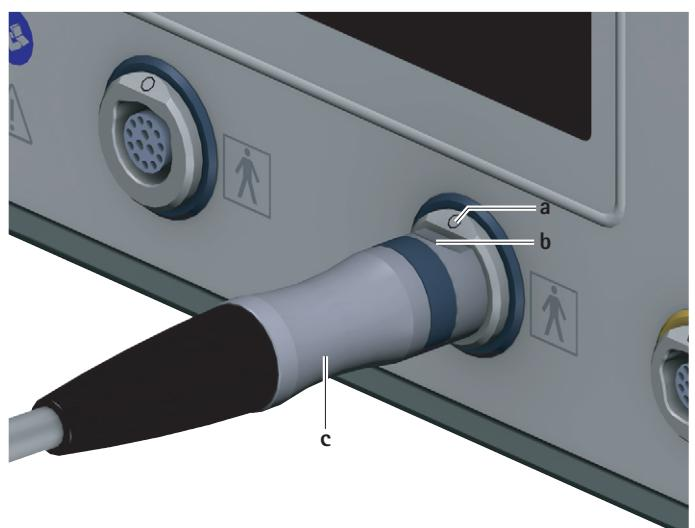

Fig. 3 Raccordement du câble de moteur
► Orienter le connecteur pour unité de commande **c** du câble de moteur de telle sorte que le repère **b** sur le connecteur coïncide avec le repère **a** sur la prise de raccordement pour partie appliquée **7**, voir Fig. 3.
- Tirer le câble de moteur sur le connecteur pour unité de commande c hors de la prise de raccordement pour partie appliquée 7, voir Fig. 3.